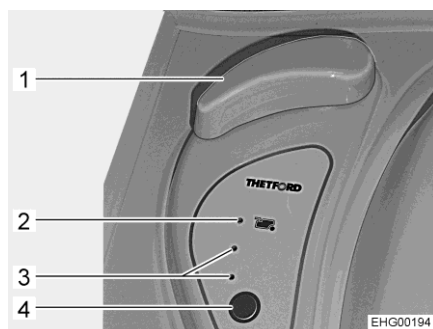

Fig. 168 Boutons de commande des toilettes
- Tourner la poignée tournante (Fig. 168,1).
- Faire retourner la poignée tournante (Fig. 168,1) dans sa position originale.
- Avant d'actionner la chasse d'eau, ouvrir le curseur des toilettes Thetford. Tourner pour ce faire la poignée tournante (Fig. 168,1).
- Pour actionner la chasse d'eau, appuyer sur le bouton bleu (Fig. 168,4).
- Après avoir actionné la chasse d'eau, fermer le curseur. Tourner pour ce faire la poignée tournante (Fig. 168,1) dans sa position originale.
Les voyants de contrôle (Fig. 168,3) indiquent le niveau de remplissage du réservoir pour matières fécales. Le voyant de contrôle rouge (Fig. 168,2) s'allume lorsque le réservoir pour matières fécales doit être vidé.